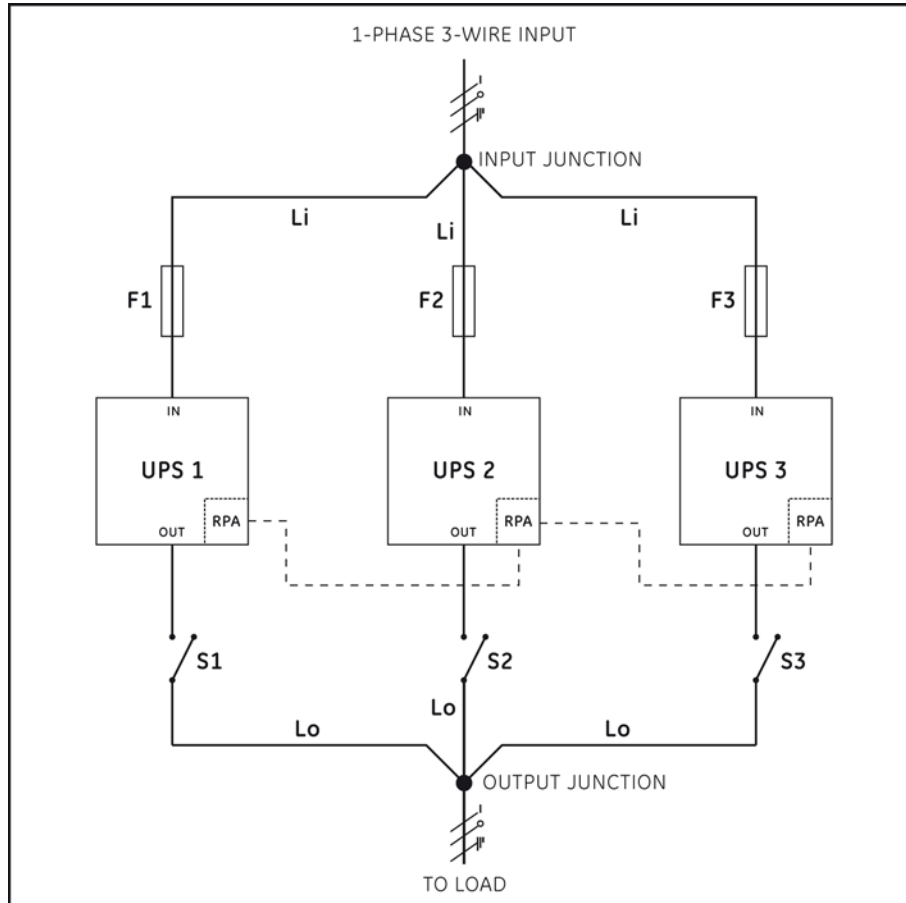

Abb. 3.4
2. Alle Ausgänge müssen zusammengeschlossen sein und die Last gemeinsam versorgen. Es wird empfohlen, Schalter (S 1,2,3 Abb. 3.4) in der Ausgangsverkabelung zu montieren, um zu Reparatur- und Wartungszwecken eine USV vom restlichen System isolieren zu können.
4. Die Länge aller Eingangskabel vom Eingangsknoten (Li, Abb. 3.4) zu den USV-Eingängen sollte identisch sein. Dasselbe gilt für Kabel von den Ausgängen zum Ausgangsknoten (Lo, Abb. 3.4). Die Mindestlänge der Eingangs- und Ausgangskabel beträgt 3 Meter.